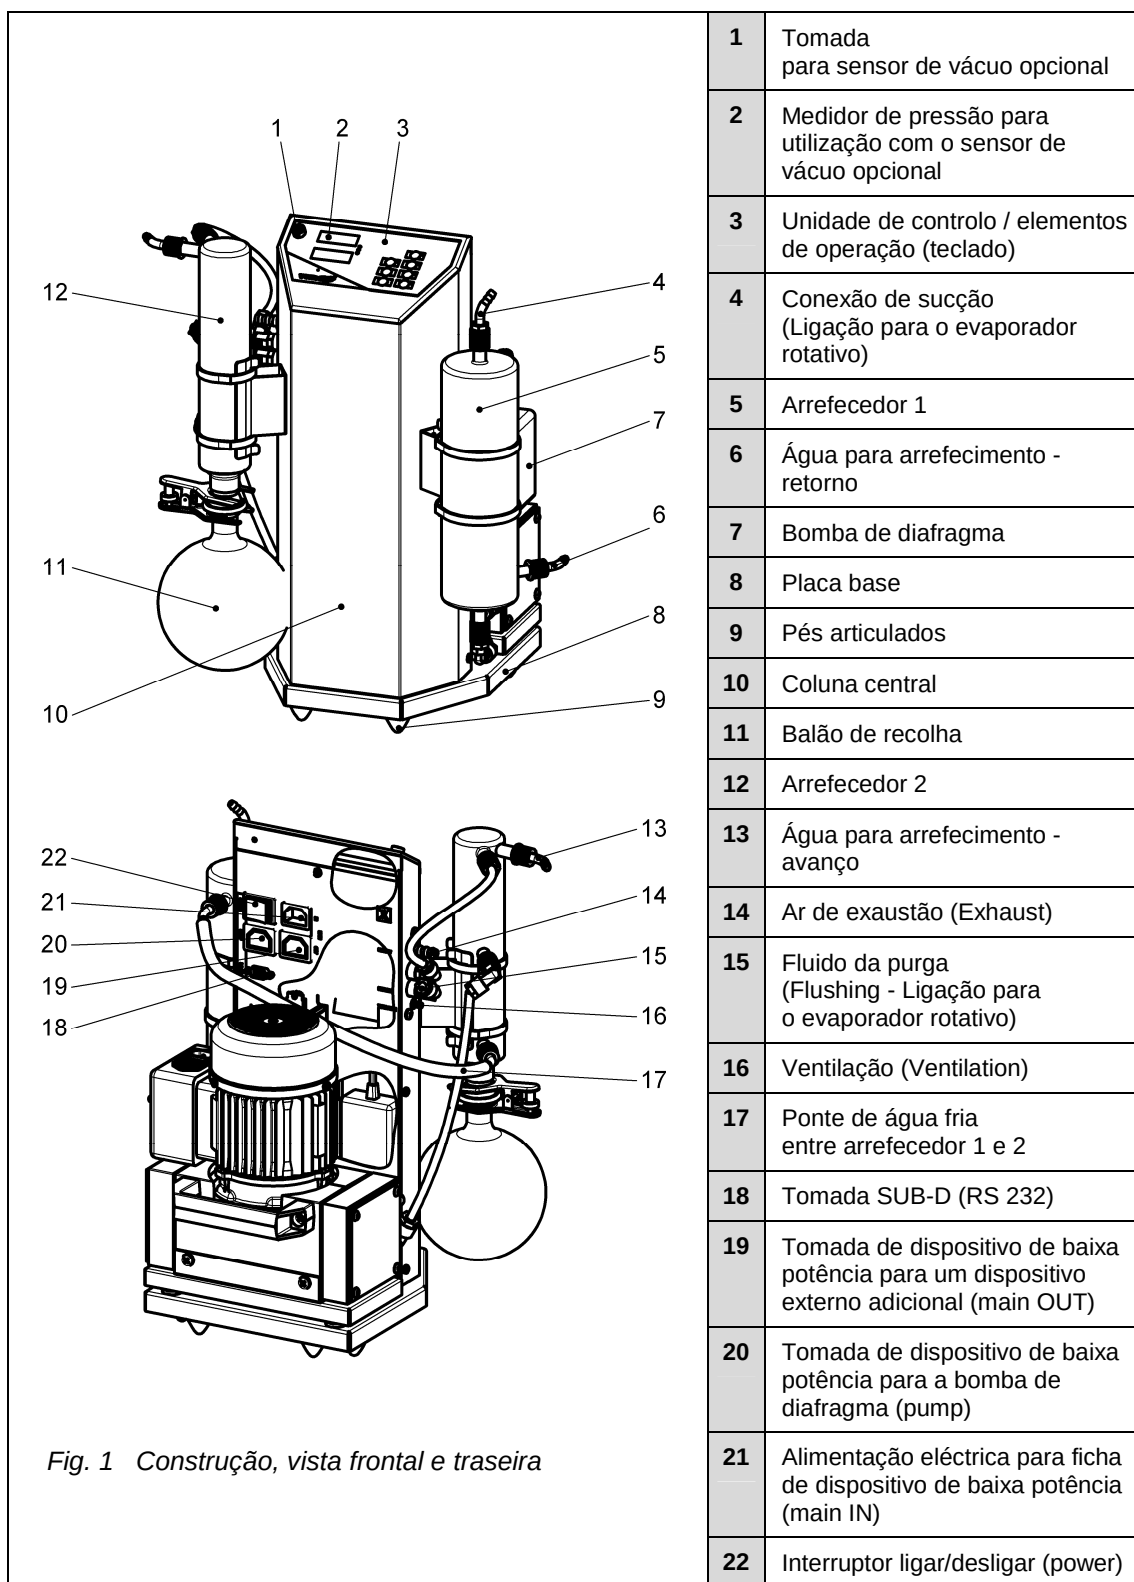

Fig. 1 Construção, vista frontal e traseira
A ligação eléctrica tem lugar através de um cabo de ligação do dispositivo no conector montado na parte traseira. A ligação à bomba tem lugar através da tomada assinalada do dispositivo, na parede traseira. O interruptor principal do dispositivo encontra-se igualmente na parede traseira. (veja a fig. 1).
- Passar o cabo do visor (*fig. 1, pos. 3*) e introduzir a ficha miniatura na tomada e bloquear.